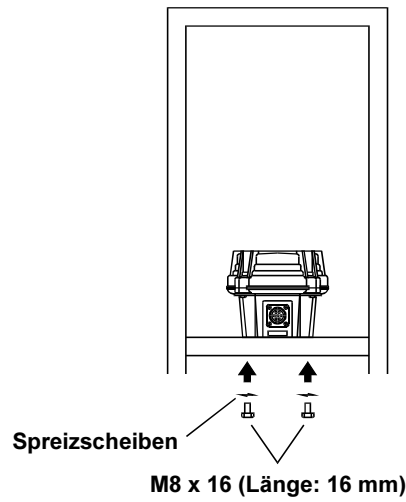

Abbildung 10
2. Nun befestigen Sie den Rotor mit Hilfe der mitgelieferten M8 x 18-Schrauben und Federscheiben auf der Rotorplattform des Mastes. Damit sich die Schrauben später leichter lösen lassen, empfiehlt es sich, die Schraubenspitzen vorher mit Schmierfett einzuschmieren (siehe Abbildung 10).